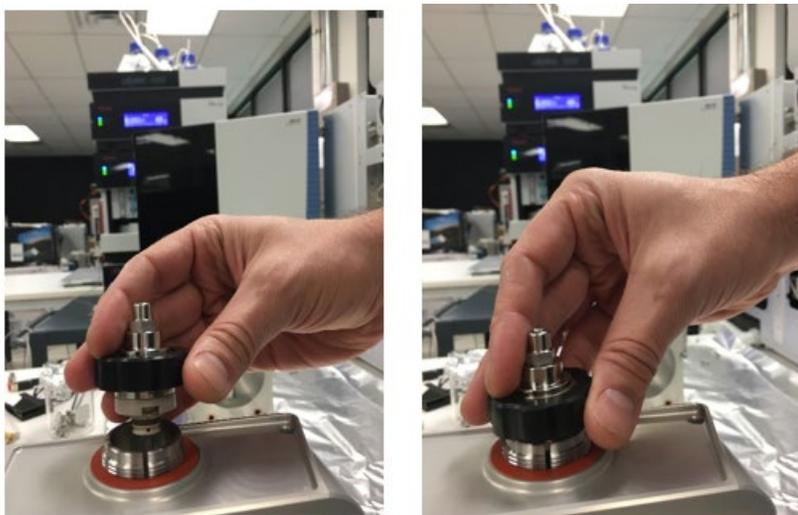

图 104：将 APCI 探针上的销与源外壳对齐
- 19) 将 APCI 探针组件上的销与源外壳中的槽对齐并将探针拧到位。见图 104。